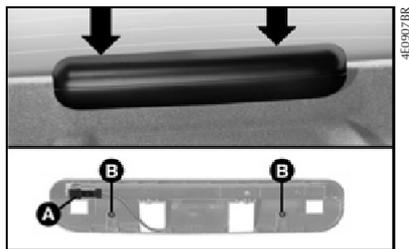

fig. 35
1) pressionar os locais indicados pelas setas **fig. 35** na tampa plástica do brake-light, que se encontra sobre o compartimento de bagagem. Retirar a tampa, puxando-a.